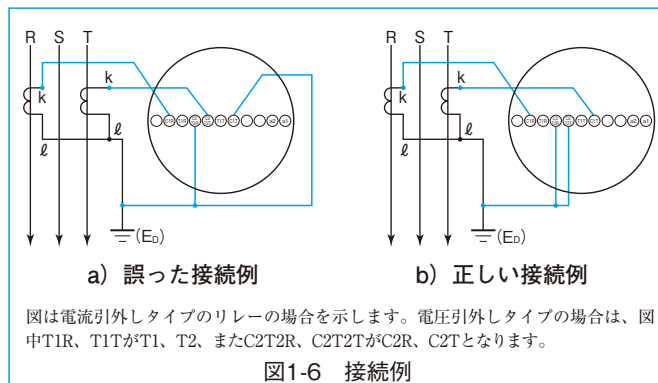

図1-6 接続例
- ①各相CTの2次出力極性を合せて、リレー入力端子へ接続してください。(図1-6参照) 極性が合っていないと、事故時にリレー不動作となる場合があります。
- ②既納品をMOC-A3形に更新される場合は、アダプタが必要となる場合があります。詳細はカタログを参照ください。
- ③ユニット引出形 (RD形) はサブユニットを引出すことができます。詳細はサブユニットの引出し・収納操作の項を参照ください。
- ①使用条件設定スイッチについて、工場出荷時は全てOFF側としていますので、運用に際しては使用する条件に合った設定にしてください。
- ②MOC-A3T-R形